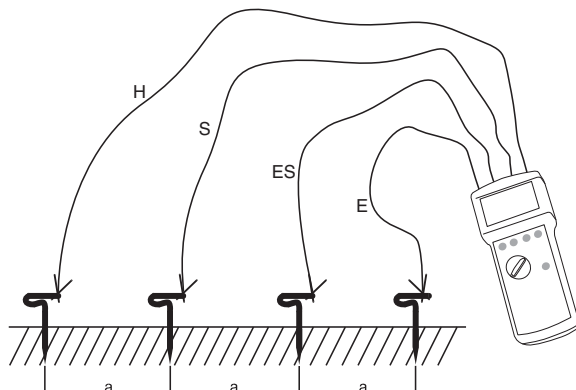

Figura 7: resistenza di messa a terra specifica
- 1) Disporre le quattro spine di messa a terra per E, ES, S, H in linea, come illustrato nella figura 7. La distanza tra le singole sonde deve corrispondere alla distanza utilizzata nella formula. Posare con cura i conduttori e assicurarsi che i conduttori non siano posizionati in parallelo e non si incrocino per evitare possibili accoppiamenti.
- 2) Collegare i conduttori di misurazione con le spine di messa a terra come illustrato nella figura 7.
- 3) Ruotare il selettore dei tipi di misurazione (13) nella posizione "4 pol".
- 4) Impostare la tensione di contatto voluta con il tasto "UL" (11).
- 5) Se necessario, impostare la selezione manuale della frequenza con il tasto "auto/man" (16) e la frequenza di misurazione con il tasto "f1/f2" (12).
- 6) Premere il tasto "Start" (14).
- A misurazione terminata è possibile, mediante il tasto "Display" (17), cambiare le grandezze di misurazione scegliendo tra resistenza di messa a terra (RE), resistenza del dispersore ausiliario (RH) resistenza sonda (RS), e corrente di misurazione (IM).